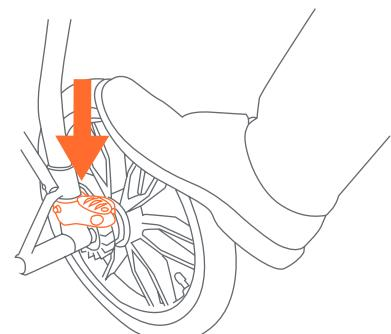

Fig. 11
- 11) • Para aplicar los frenos, ejerza presión hacia abajo a las palancas del freno situada en el eje trasero. El carrito podría requerir un movimiento hacia delante o hacia atrás para activar el freno (Fig. 11). Verifique que el carrito no se mueve una vez que los frenos estén aplicados correctamente. Para soltarlos, levante suavemente la palanca del freno.